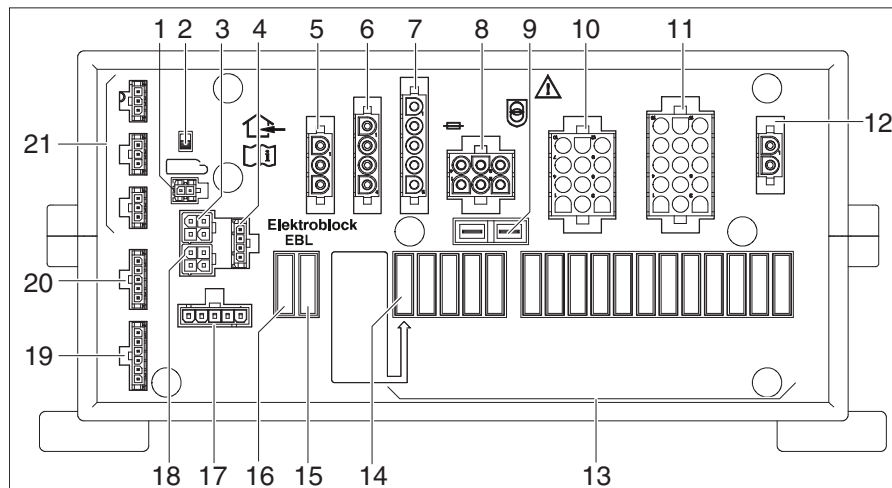

Fig. 265 Bloc électrique (EBL 402/403)
Emplacement Le bloc électrique EBL 402/403 (Fig. 265) se trouve dans le porte-bagages à droite.
- ▷ L'interrupteur-séparateur (Fig. 265,2) de batterie coupe du réseau 12 V tous les consommateurs raccordés au bloc électrique.
- Mettre hors service et en service trois fois successives l'interrupteur-séparateur de batterie (Fig. 265,2).